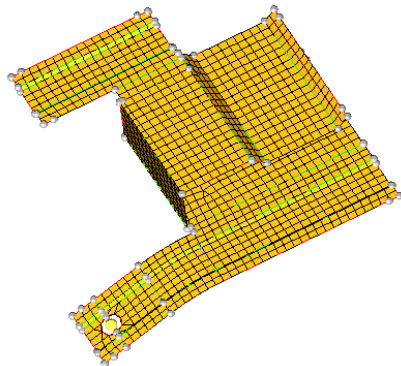

图 4-24 模型中面二维网格
- (1) 进入 automesh 面板。
- (2) 设置“对象”选择器类型为 Surfs。
- (3) 进入 size and bias 子面板。
- (4) 在 element size=栏中输入 2.5。
- (5) 设置 mesh type 为 mixed。
- (6) 将面板左下侧的分网方式从 automesh 转换为 interactive。
- (7) 确认选择 elems to surf comp 选项。
- (8) 选择 surfaces>displayed。
- (9) 单击 mesh 按钮重新生成网格，如图 4-24 所示。